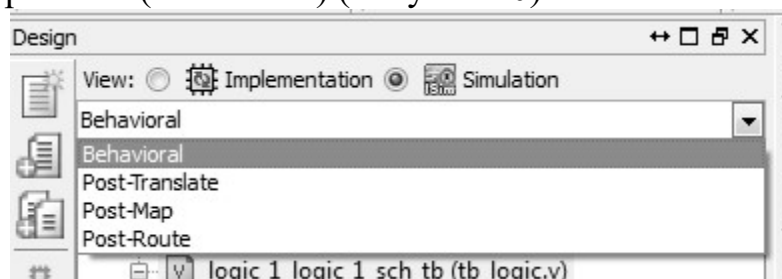

Рисунок 40 – Проверка установленных значений
10) После написания `testbench` необходимо проверить код на синтаксические ошибки. Для этого нужно сохранить файл, убедиться, что включен режим `Simulation` и выбрана схема проверки функционального поведения устройства (`Behavioral`) (Рисунок 40).